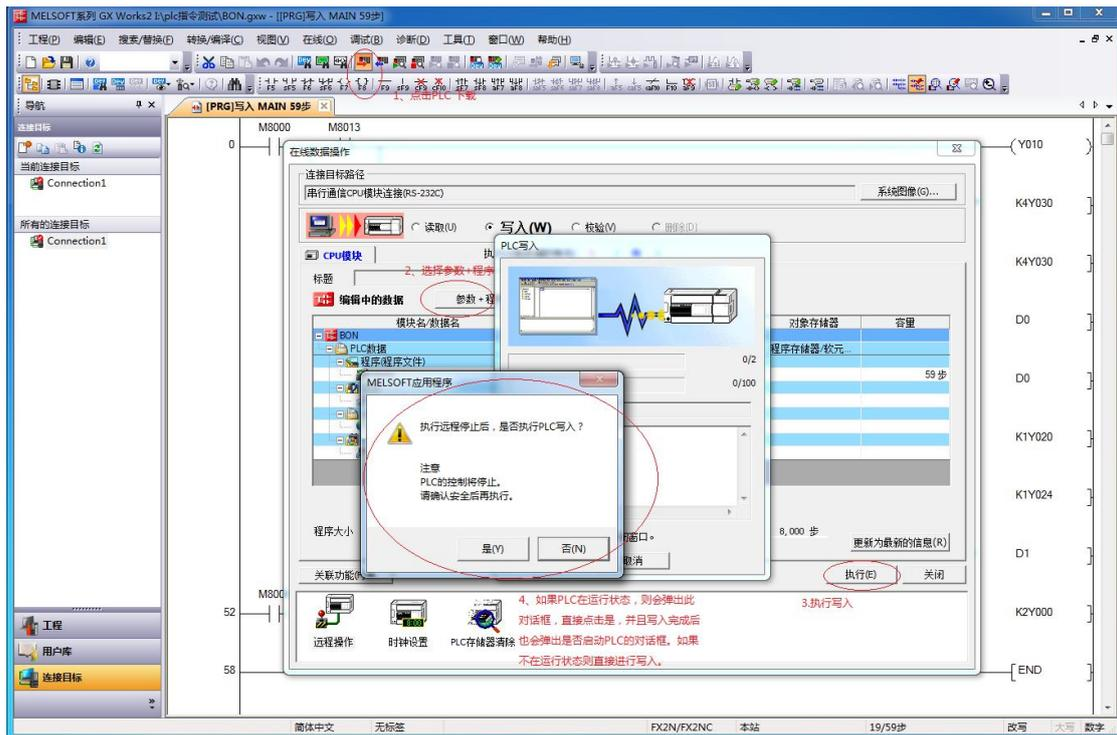

图 2.6 写入程序
- 7、点击“在线”菜单选择“PLC写入”，在弹出的界面中选择参数加程序，点击确定。如图2.6。